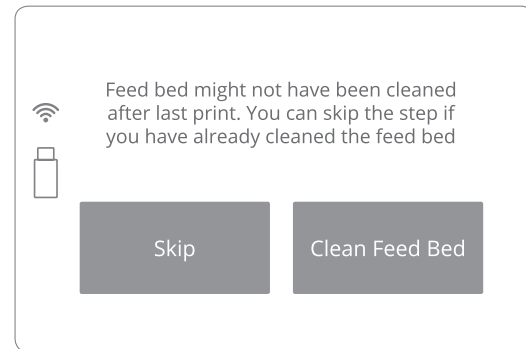

Bild 36. VORSCHUBBETT reinigen - Bildschirm.
6. Bestätigen Sie nach dem Reinigen des VORSCHUBBETTS mit der CLEAN FEED BED-Taste. Das VORSCHUBBETT wird angehoben und das DRUCKBETT wird abgesenkt (Bild 36).